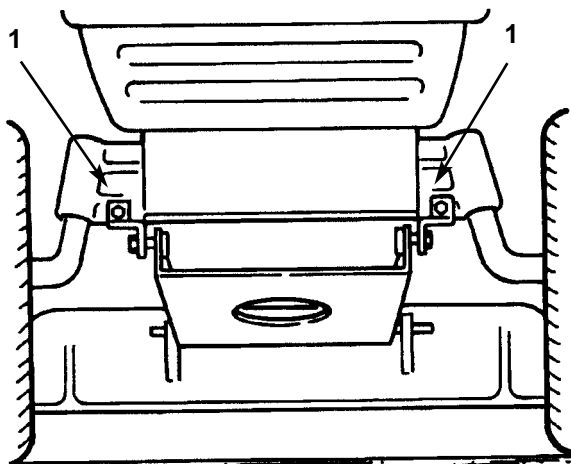

Fig. 43
5. Montate le staffe imperniate del tosaerba sull'assale anteriore con bulloni e dadi autobloccanti (Fig. 43).